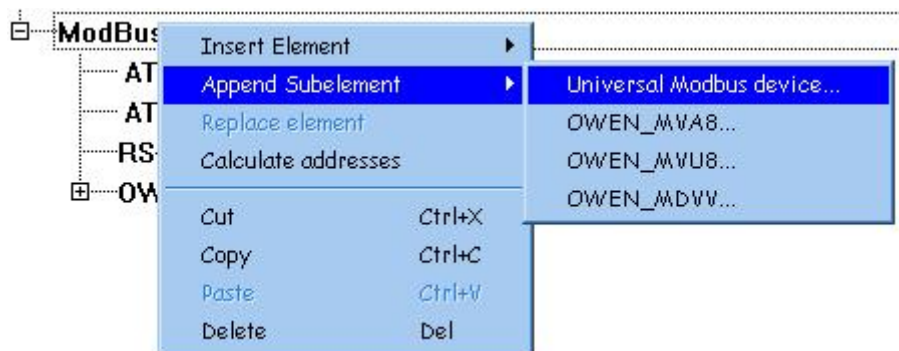

Рис. 6.1
- Если вам неудобно работать с готовым шаблоном опроса модуля МВУ8, описанном в предыдущем пункте, вы можете самостоятельно настроить список и формат отправляемых на МВУ8 данных. Для этого, также, как это было сделано в случае с МВА8, нажмите правой кнопкой мыши на пункте *ModBus (Master)*. В появившемся контекстном меню выберите пункт *Append Subelement*, а затем модуль *Universal Modbus device* (рис. 6.1).